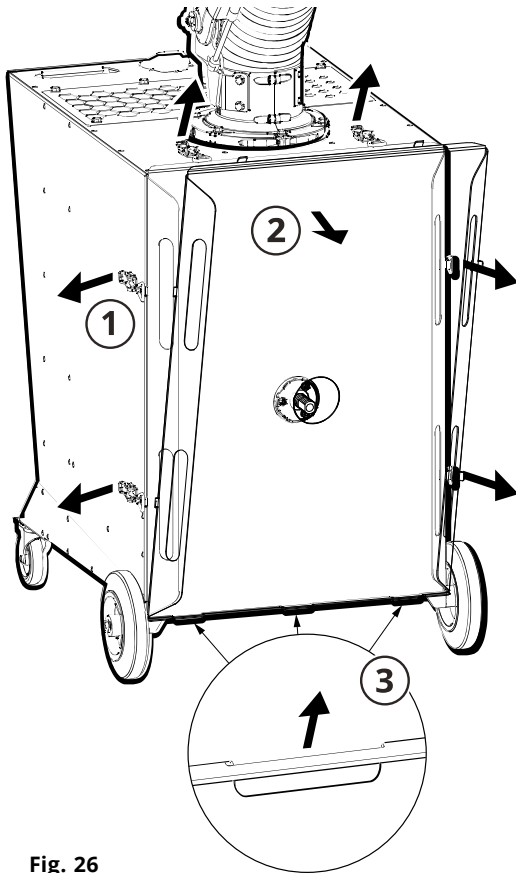

Fig. 26
4. Die Exzenterverschlüsse (1, **Fig. 26**) an der Filterabdeckung öffnen. Die Klappe (2) aufklappen. Wenn der Lagersitz frei ist, diesen nach oben heben (3) und die Klappe abnehmen.
2. Die Exzenterverschlüsse (1, **Fig. 26**) an der Filterabdeckung öffnen. Die Klappe (2) aufklappen. Wenn der Lagersitz frei ist, diesen nach oben heben (3) und die Klappe abnehmen.